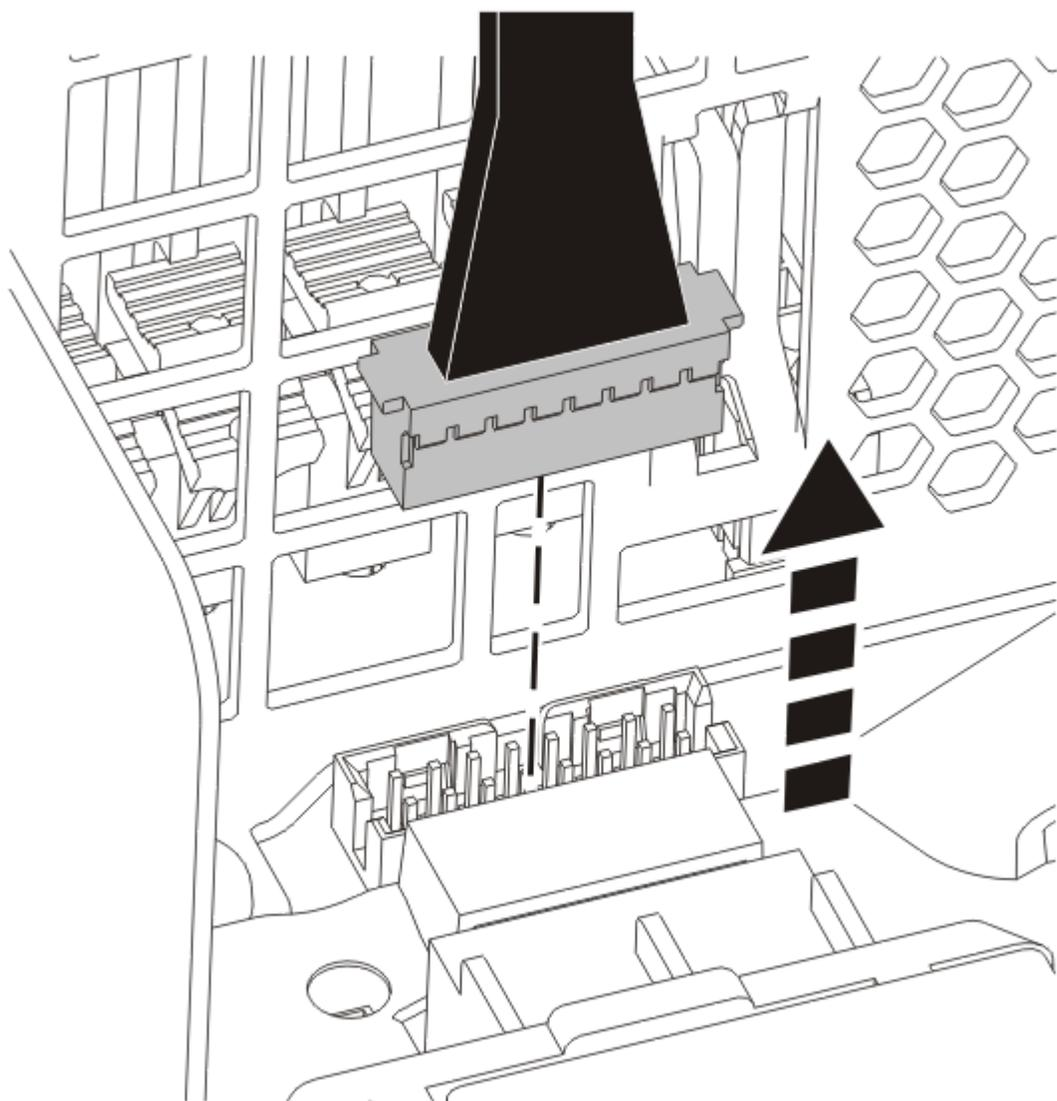

Figura 62. Desligar o cabo do painel de controlo do painel posterior do sistema para um sistema montado em bastidor
3. Desligue o cabo do painel de controlo do painel posterior do sistema conforme apresentado na Figura 62 na página 67 ou Figura 63 na página 68.